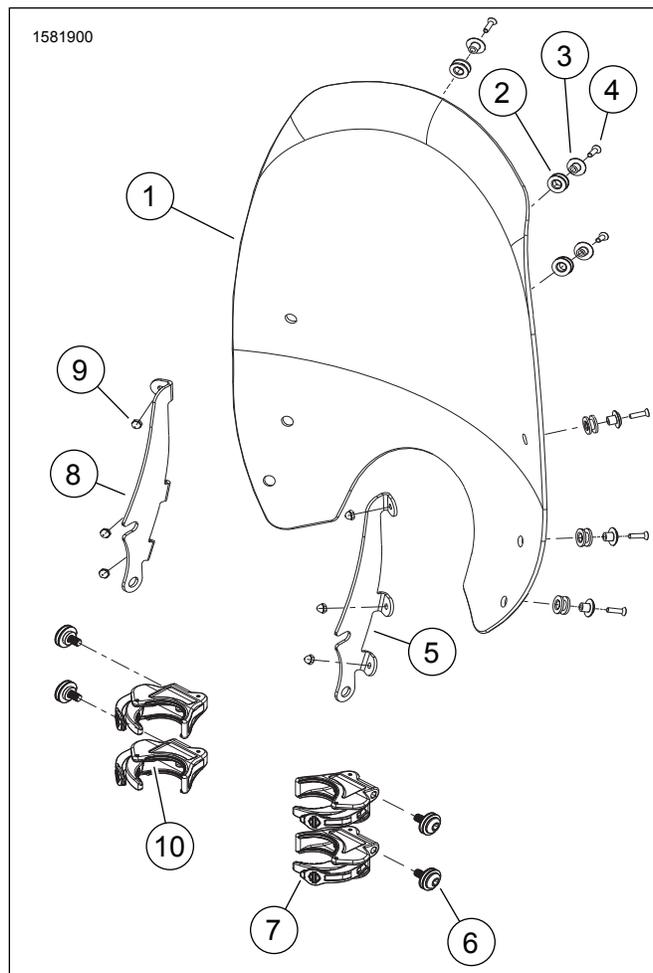
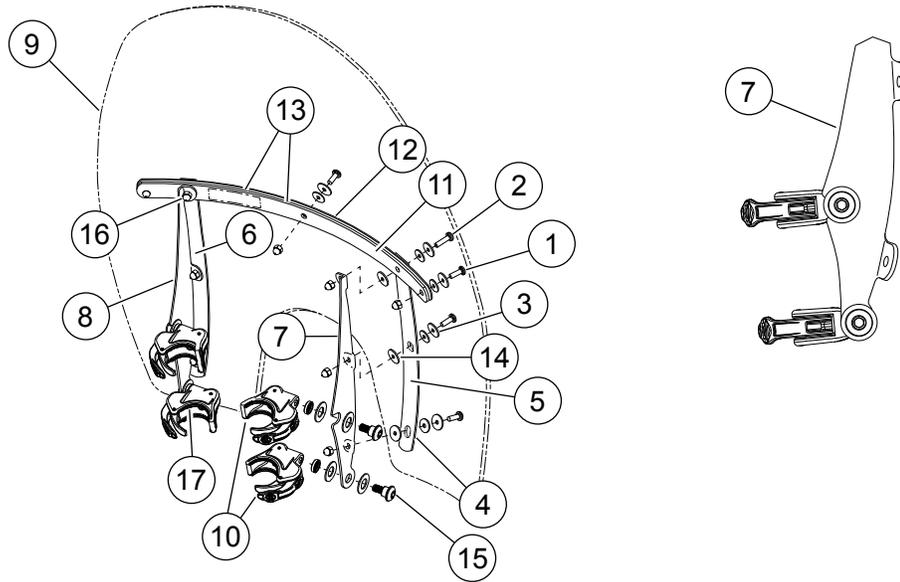

Figure 3. Pièces de rechange : Super Sport (57400323, 57400334) Kits de pare-brise à déconnexion rapide
Figure 4. Pièces de rechange : Kits de pare-brise 57400326, 57400327, 57400331, 57400333, 57400336, 57400337
Kits 57400323, 57400334 : Consultez Figure 3 et Tableau 1
Kits 57400326, 57400327, 57400331, 57400333, 57400336, 57400337: Consultez Figure 4 et Tableau 2
2. Voir Figure 3 et Tableau 1 ou voir Figure 4 et Tableau 2. Retirer le kit de bride et le kit de pièces de l'emballage et séparer les pièces similaires en vue de l'assemblage.